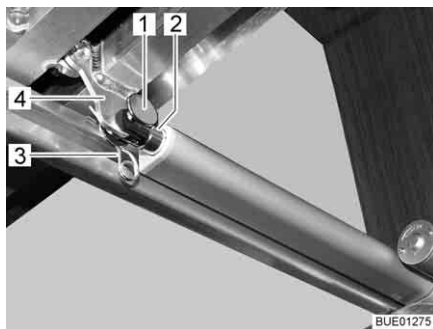

Fig. 133 Acionamento
- Separe a ligação (por ex. pino e contrapino (Fig. 133,1 e 3)) entre a biela (Fig. 133,2) e o estrado (Fig. 133,4).